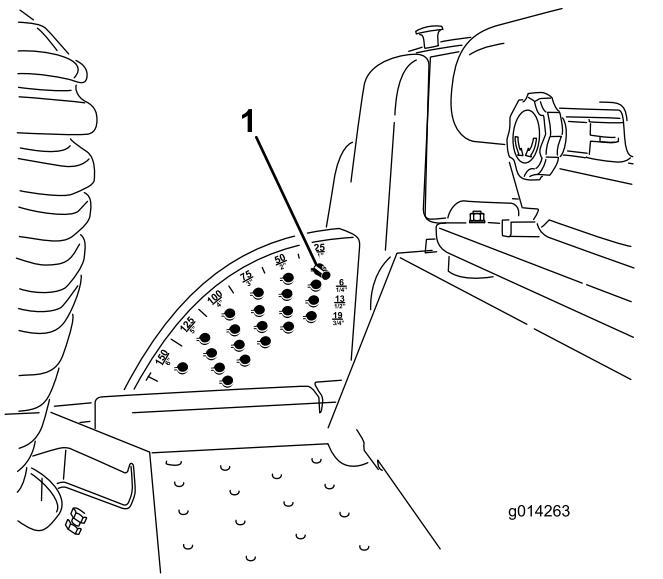

图6
1. 在发动机运行的同时向后推剪草机提升开关直至剪草机完全升起然后松开开关图6。
2. 要进行调节请旋转限位销直至销上的小块与剪草高度支架孔内的槽在一条线上然后取下限位销图6。
3. 选择剪草高度支架对应所需剪草高度的孔插入限位销将其向下旋转并锁定到位图6。
注意 共有四排孔的位置图6。最上面的一排是高于限位销的列明剪草高度。其下第二排的剪草高度为列明剪草高度加 6mm。其下第三排的剪草高度为列明剪草高度加 12mm。最下面一排的剪草高度为列明剪草高度加 18mm。15.8cm 位置仅有一个孔位于第二排。此孔不需添加 6mm 即可到达 15.8cm 的位置。